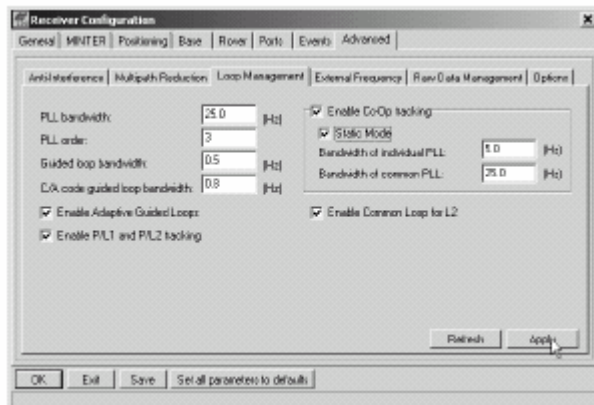

Figura 2-13. Configuración avanzada – Gestión de Ciclos
- Haga clic en la pestaña *Gestión de Ciclos*, marque las casillas que se indican a continuación y al finalizar haga clic en **Aplicar** (Figura 2-13).